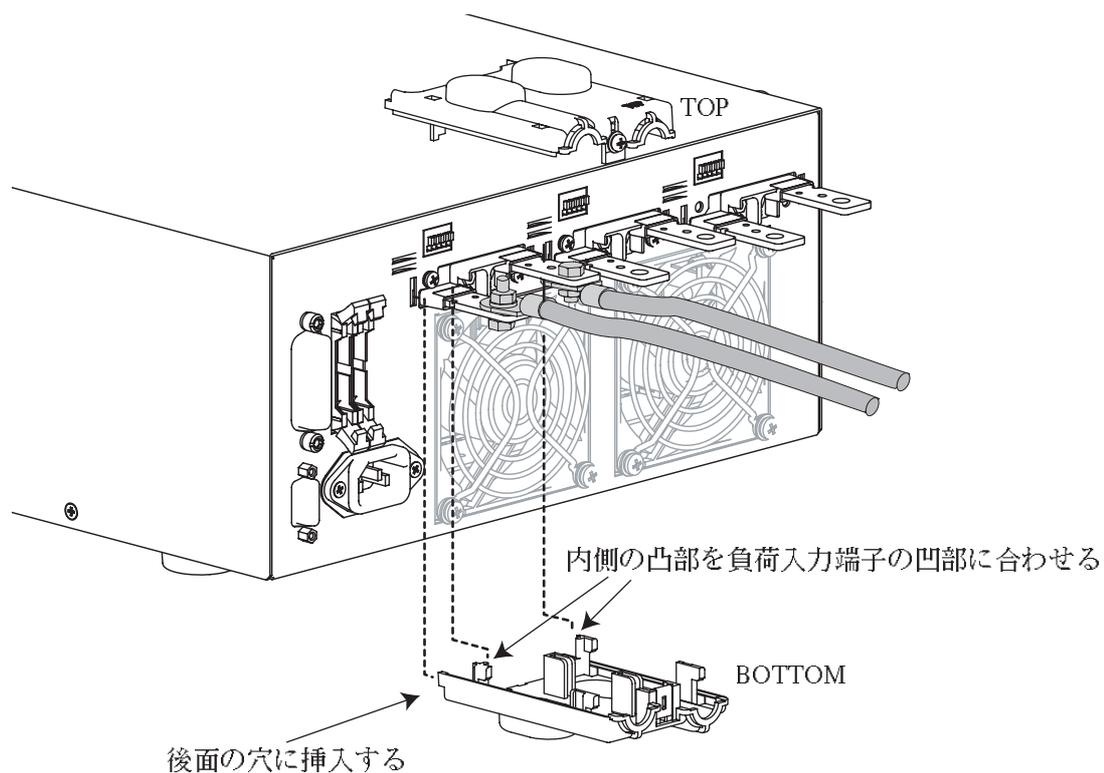
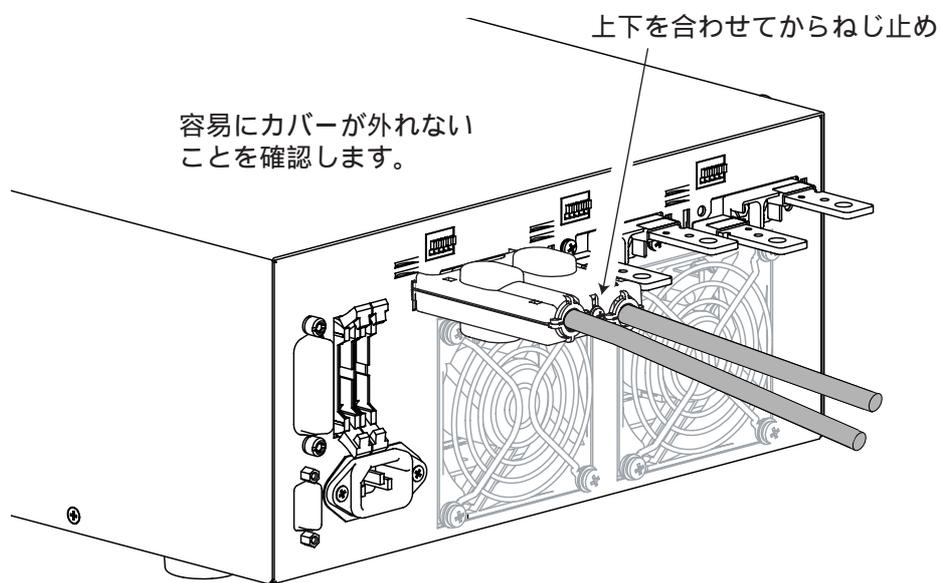

図 2-12 後面負荷入力端子カバーの取付 1
図 2-13 後面負荷入力端子カバーの取付 2
4. 後面負荷入力端子カバーを取り付けます。端子カバーの使用方法は、図 2-12 および図 2-13 を参照してください。